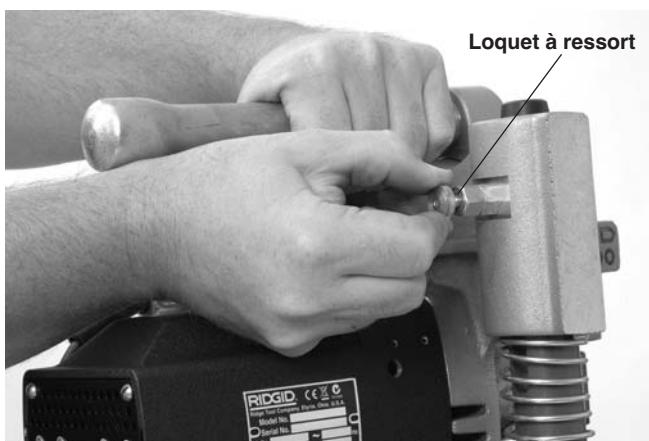

Figure 7 – Séparation du moteur de l'embase
- De l'absence de pièces usées, manquantes, mal alignées ou grippées. Assurez-vous que le moteur coulisse librement sur les poteaux de l'embase. Vérifiez que la chaîne et le levier pivotant se déplacent librement. Sur la HC-300, vérifiez le bon fonctionnement de la goupille d'arrimage du moteur (*Figure 7*).
1. Posez la scie à cloche HC-300 sur une surface saine et stable, tirez sur le loquet à ressort situé en partie haute de son poteau gauche pour libérer le moteur de l'embase, puis retirez le moteur (Figure 7).